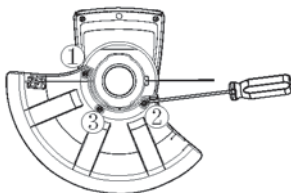

Imagen.3
- > Instale el protector de seguridad (13) con los tornillos suministrados (Imagen 3).